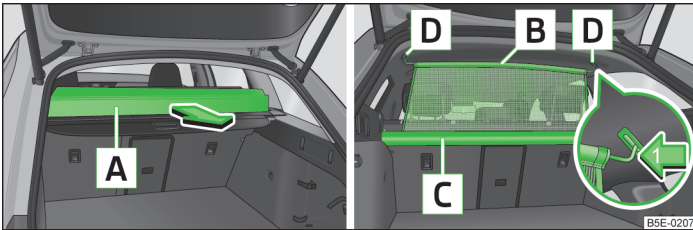
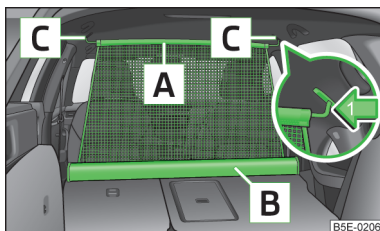

Fig. 100 Deschideți o parte a capacului rulant al portbagajului / peretele despărțitor din plasă din spatele banchetei spate în stare scoasă
Fig. 102
- Asigurați-vă că bara transversală a peretelui despărțitor din plasă este bine suspendat în punctele de fixare **D** » fig. 100 la pagina 96, respectiv **C** » fig. 102 la pagina 97.
- Deschideți o parte a capacului rulant al portbagajului **A** în sensul portbagajului » fig. 100.
- > Trageți peretele despărțitor de bara transversală de sus **A**, pentru a-l scoate din carcasa **B** » fig. 102.